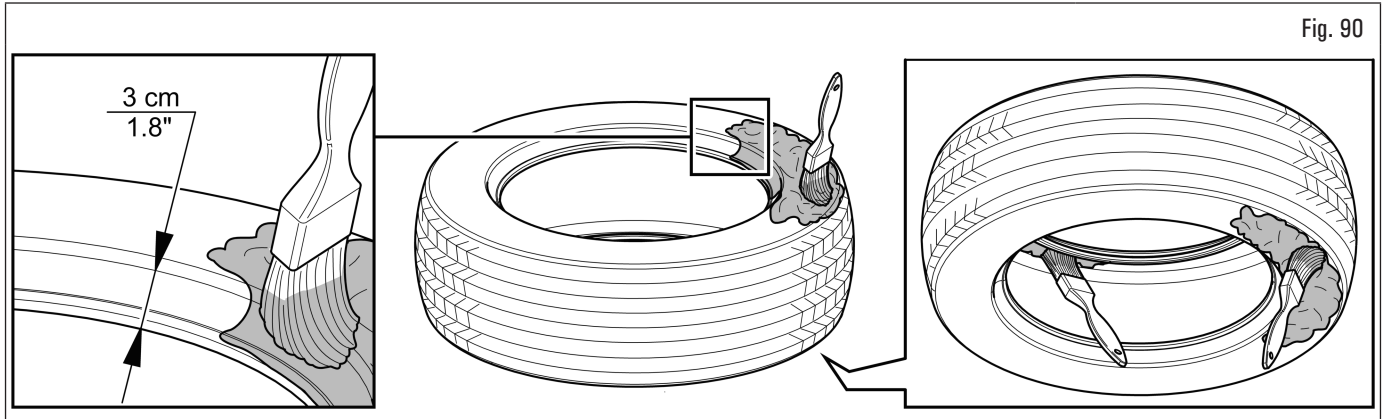

Fig. 90
1. lubrique abundantemente el neumático, que debe estar montado, en ambos talones y en la parte superior, tanto en el exterior como, al menos, a 3 cm (1,18") del talón, en el interior (Fig. 90);